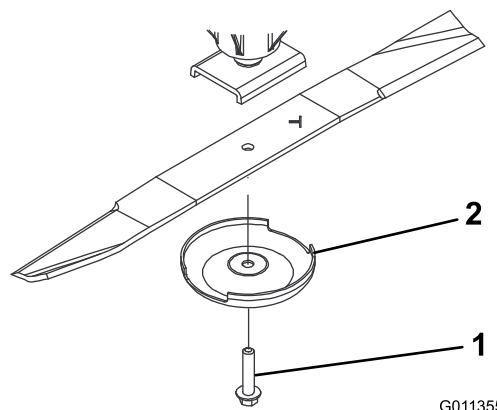

図 64
2. ぼろきれや厚いパッドの入った手袋を使ってブレードの端部をしっかりと握る。スピンドルのシャフトからブレードボルト、芝削り防止カップ、ブレードを取り外す図 64。
うに取り付け、芝削り防止カップをつけてブレードボルトで固定する図 64。各ブレードボルトを 115-149 N・m 11.8-15.2 kg・m = 85-110 ft-lb にトルク締めする。
ブレードの磨耗を放置すると、ブレードのセール部と平坦部との間に割れ目が発生する図 64。この割れ目が拡大すると、最終的にはブレードがちぎれてハウジングの下から飛び出し、これがオペレータや周囲の人に重大な人身事故となる。